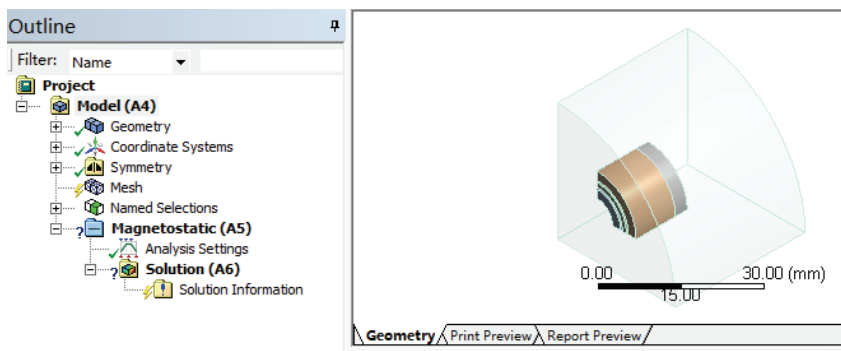
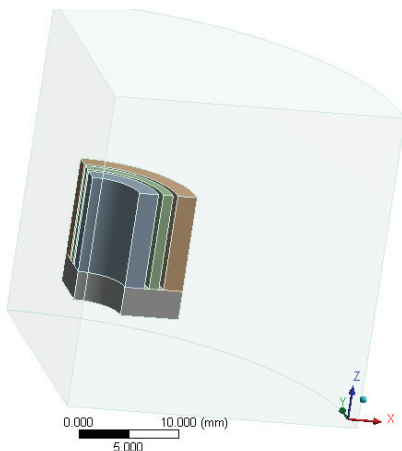

图 23-8 分析项目树结构图
图 23-9 带空气的模型
1) 双击主界面项目管理区项目 A 中的 A3 栏 Model 项，进入 Mechanical 界面，得到分析项目树结构图如图 23-8 所示，在该界面下即可进行网格的划分、分析设置、结果查看等操作。导入的模型如图 23-9 所示。